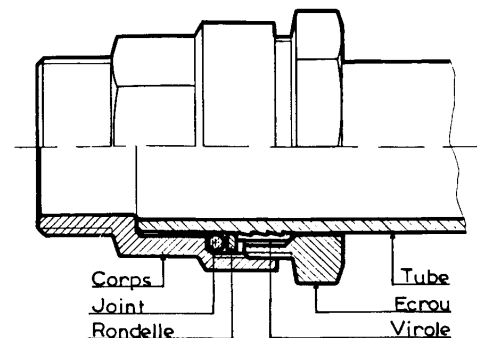

fig. 4
- S'assurer que la pression de service (PS) du tube est compatible avec la pression maximum d'utilisation de la pompe.
- La mise en place avec tuyaux en polyéthylène se fait à l'aide de raccords spéciaux pour tubes plastiques (fig.4).